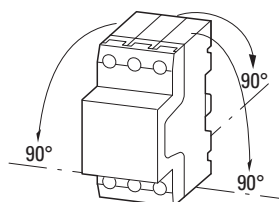

Abbildung 7: Zugelassene Einbaulage für Motorschutzschalter PKZM4-.../XTPR...DC1
- ▶ Montieren Sie den Motorschutzschalter nur wie in → Abbildung 7 dargestellt.